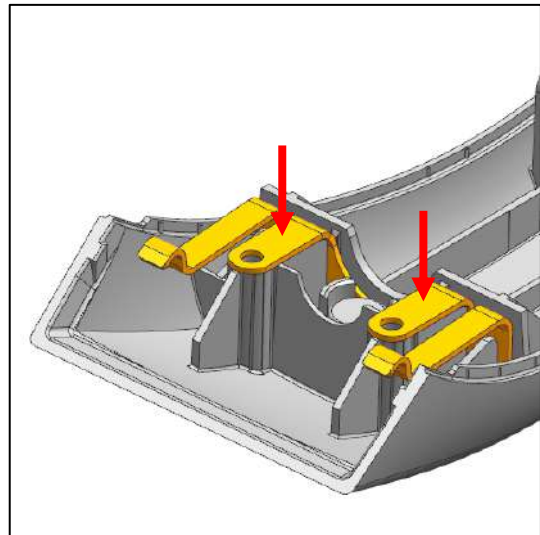

Abb. 19
- c) Drücken Sie die Ösen des Halteblechs nach unten, bis sie auf den Schraubdomen aufliegen (Abb. 19).